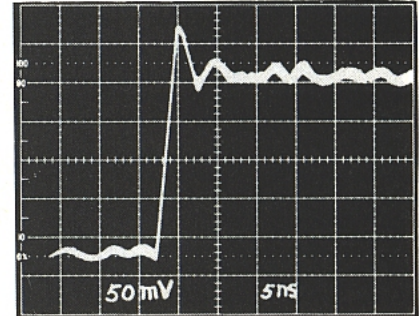

Figure 7 : Même signal, fil de masse normal.
C) Les figures 7, 8, 9 et 10 illustrent les perturbations apportées par des longueurs de fil de masse de plus en plus longues. La dernière figure montre ce qui arrive sans aucune connexion de masse !